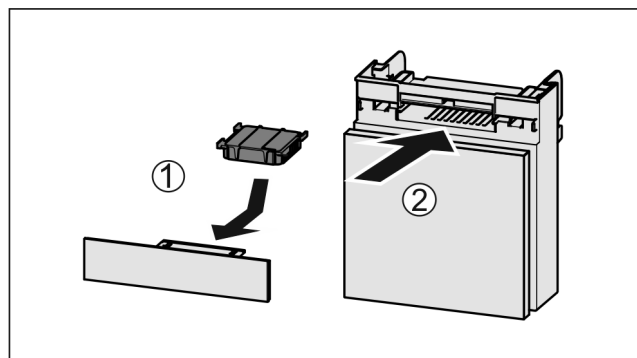

Fig. 86
- Sätt in Fig. 86 (1) aktivtkolfiltret enligt bilden.
- Skjut in Fig. 86 (2) lådan.